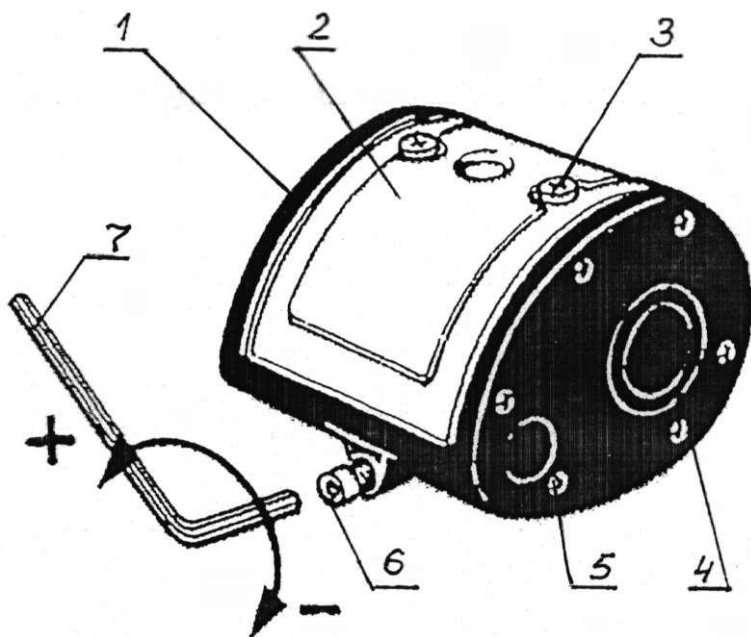

Рис. 5. Общий вид пульсатора попарного доения L80:
- б) пульсатор обеспечивает подачу вакуума или атмосферного давления в различные камеры доильных стаканов и смену тактов во время доения вместе с коллектором. Общий вид пульсатора попарного доения L80 показан на рис. 5.